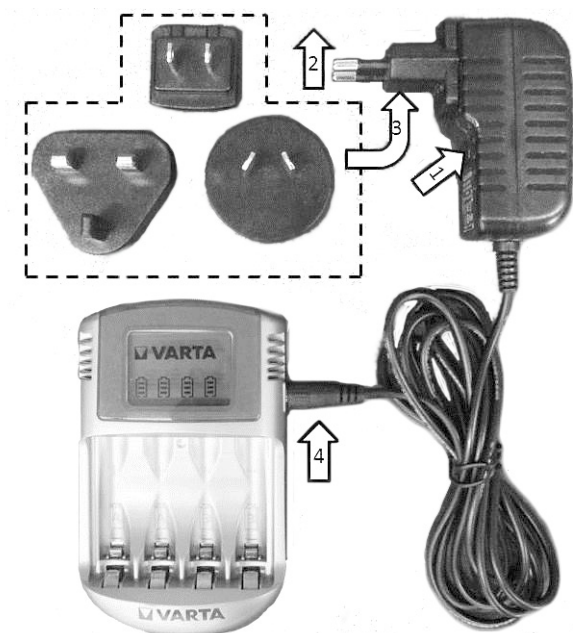

Fig. 3-2 Bytte kontakt, koble til laderen
- trykk på knappen under kontakten og hold den inne (1, Fig. 3-2)